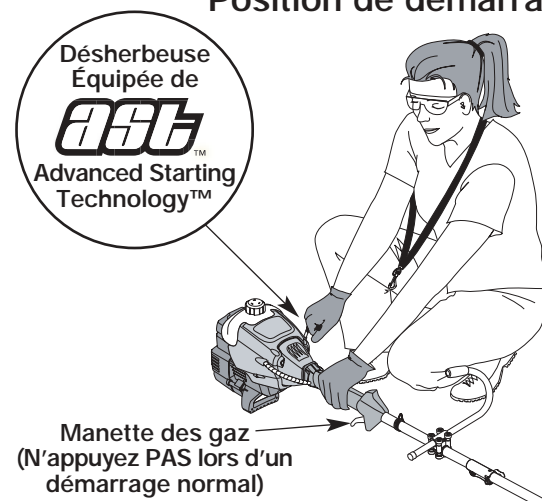

Fig. 18
AVERTISSEMENT: évitez tout démarrage accidentel. Tenez-vous en position de démarrage lorsque vous tirez sur la corde de démarrage (Fig. 18). L'opérateur et l'appareil doivent tous deux être en position stable pour éviter des blessures graves. Vérifiez la bonne installation de l'accessoire avant le démarrage de l'appareil.
5. Accroupissez-vous en position de départ et **n'appuyez pas sur la manette des gaz** (Fig. 18). Tirez le cordon de démarrage d'un **mouvement contrôlé et ferme** jusqu'à ce que le moteur essaie de démarrer. Répétez jusqu'à ce que le moteur démarre.